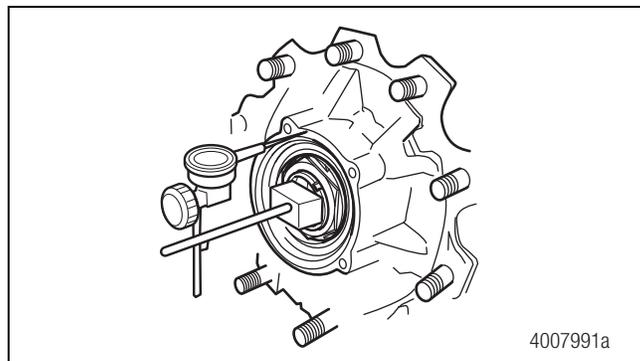

Figura 4.15
3. Fije la espiga a la base magnética del indicador de esfera. Con el vástago del indicador de esfera haga contacto con la superficie de montaje de la tapa de la maza. Figura 4.15.